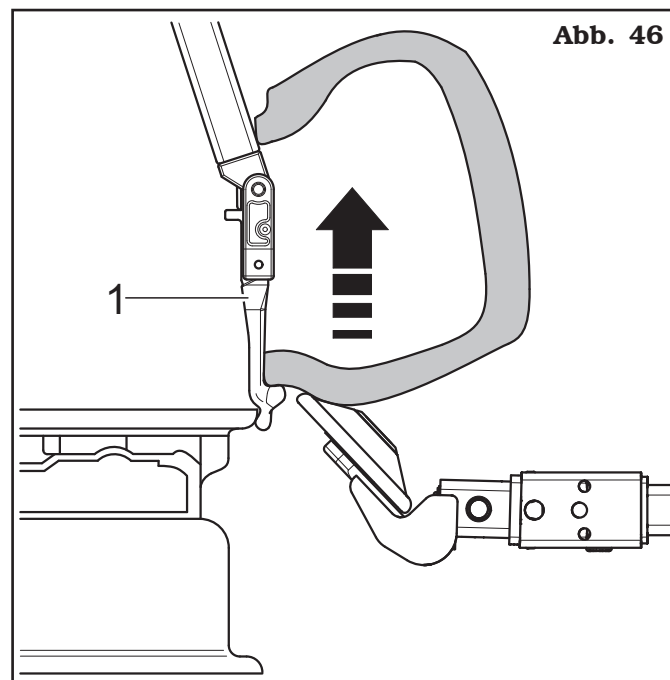

Abb. 46
7. Das Werkzeug (**Abb. 46 Pkt. 1**) in Übereinstimmung mit dem Felgenreand bringen. Mit der unteren Abdrückrolle den unteren Wulst auf das Werkzeug laden.